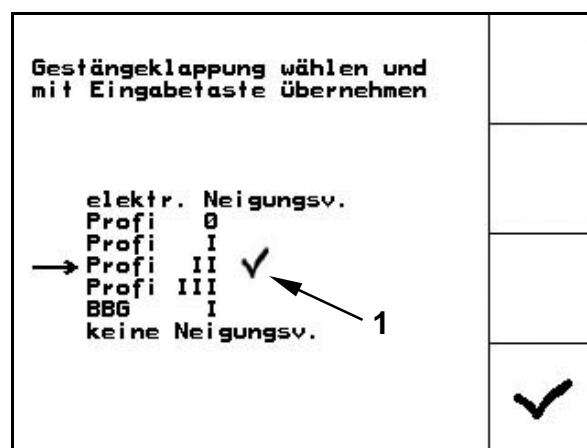

Fig. 76
- Neben der angewählten Gestänge-Klappung erscheint ein Häkchen (Fig. 76/1).